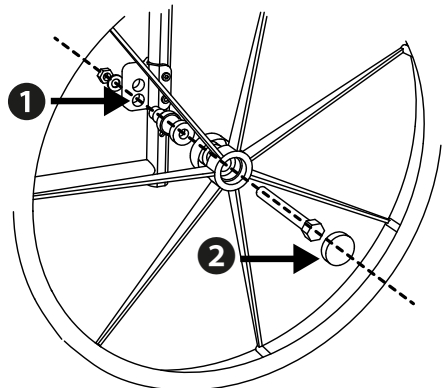

Abb.3
2. Montieren Sie die Antriebsräder mit der Steckachse von außen nach innen in das untere Bohrloch der Hinterrad Adapterplatte (1, Abb. 3).
3. Verschrauben Sie zuletzt die Abdeckkappen wieder mit der Steckachse (2, Abb. 3).